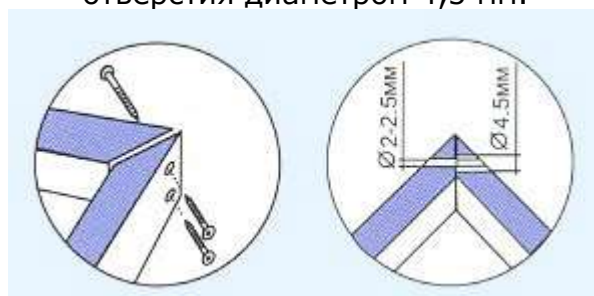

Рис.3
5. Уложите короткий и длинный элементы коробки, как показано на рис.3. Зажмите стыкуемый узел струбциной, просверлите под углом 45 градусов сквозные отверстия диаметром 2,5 мм. Разожмите стыкуемый узел и в длинном элементе просверлите отверстия диаметром 4,5 мм.